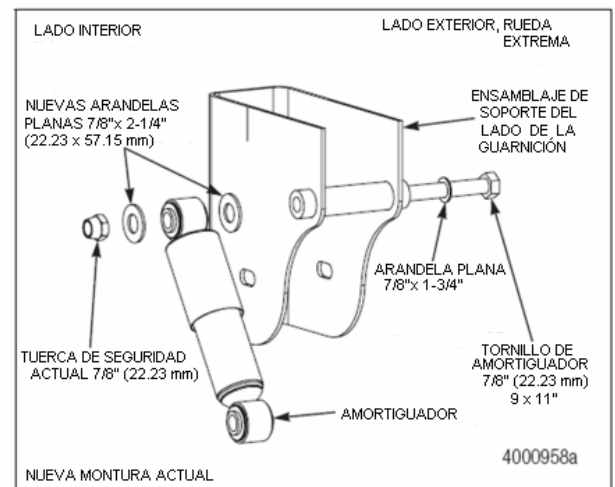

Figura 9.28
4. Instale la nueva arandela de 7/8-inch x 2-1/4-pulgada O.D. (22.23 x 57.15 mm) entre el tubo de choque y el amortiguador. Instale la arandela nueva y más grande entre el amortiguador y la contratuerca. Apriete manualmente la tuerca. Figura 9.28.
6. Instale la nueva arandela de 7/8-pulgada x 2-1/4-pulgada O.D. (22.23 x 57.15 mm) sobre el perno del amortiguador superior entre el tubo de choque y el amortiguador. Instale la arandela de diámetro más grande y la contratuerca. Apriete manualmente la tuerca. Figura 9.28.